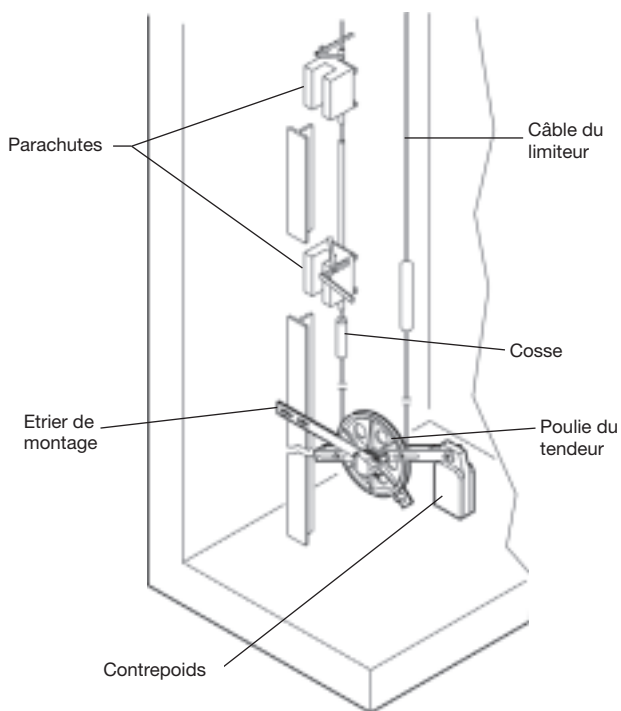

Fig. 1
- en aucun cas, le contreponds ne doit être au contact du sol (Fig. 1 et 2); dans le cas contraire, le limiteur de vitesse est mis hors service.
- Equiper la première extrémité du câble de la cosse (Fig. 1 et 2) et la monter au parachute.